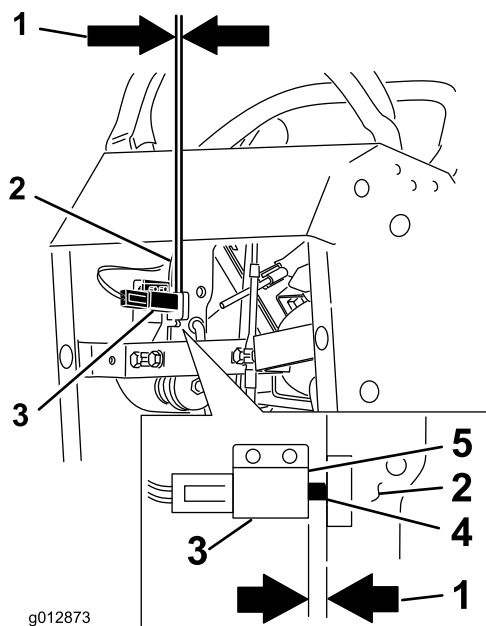

Figura 65
12. Verifique a folga entre a alavanca do travão e a face do interruptor como apresentado em Figura 65. A folga deve ser de 3 mm com o travão **engatado**.